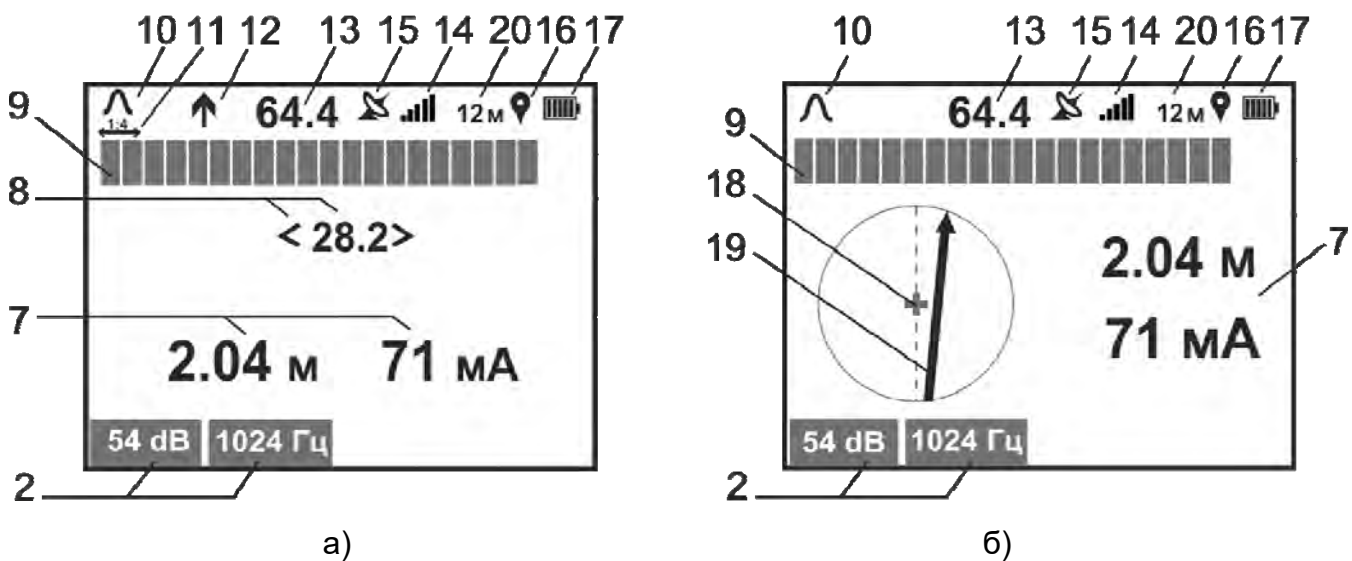

Рисунок 3.2 – Индикация приемника в режиме «ТРАССА»
- «ТРАССА» – для поиска коммуникаций с одновременным определением глубины её залегания, величины протекающего по ней тока рабочей частоты (рисунок 3.2.а). Дополнительно при включенной функции «КОМПАС», отображается положение и направление коммуникации относительно приемника (рисунок 3.2.б).
Примечание. Индикация значения уровня входного сигнала в «дБ» при поиске по «максимуму» и «минимуму» (соответственно поз. 13 и 8 на рис. 3.2) при перегрузке соответствующих им входных каналов меняет свой цвет на красный.
При включенной опции «растяжка шкалы «максимум» 1:4» цена деления уменьшается в четыре раза, тем самым увеличивая разрешающую способность шкалы. При этом на экране отображается символ «» (поз. 11 на рис. 3.2), под шкалой «максимум» появляется желтая полоса, указывающая положение окна растяжки относительно исходной (нерастянутой) шкалы.
Коммуникация схематически отображается в виде линии – указателя положения коммуникации (поз. 19 рис. 3.2 и 3.3). Одновременно с этим в режиме «ТРАССА» на индикаторе отображаются шкала «максимум» и уровень входного сигнала, в режиме «ТРАССА-ДАТЧИК» отображаются шкала и уровень входного сигнала по входу «ДАТЧИК», а также его относительная полярность.
По мере продвижения по трассе ориентируйте приемник относительно коммуникации таким образом, чтобы на экране указатель положения коммуникации (поз. 19 рис. 3.2) совпадал с осью приемника (поз. 18 рис. 3.2).